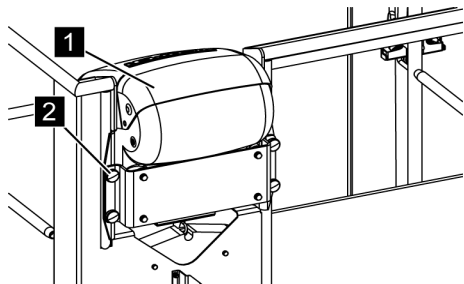

Fig. 106: Démonter le pupitre de commande
2. ➔ Démontez le pupitre de commande (Voir la Fig. 106/1) de la nacelle. Pour cela, dévissez les vis moletées (Voir la Fig. 106/2) des deux côtés et soulevez le pupitre de commande.